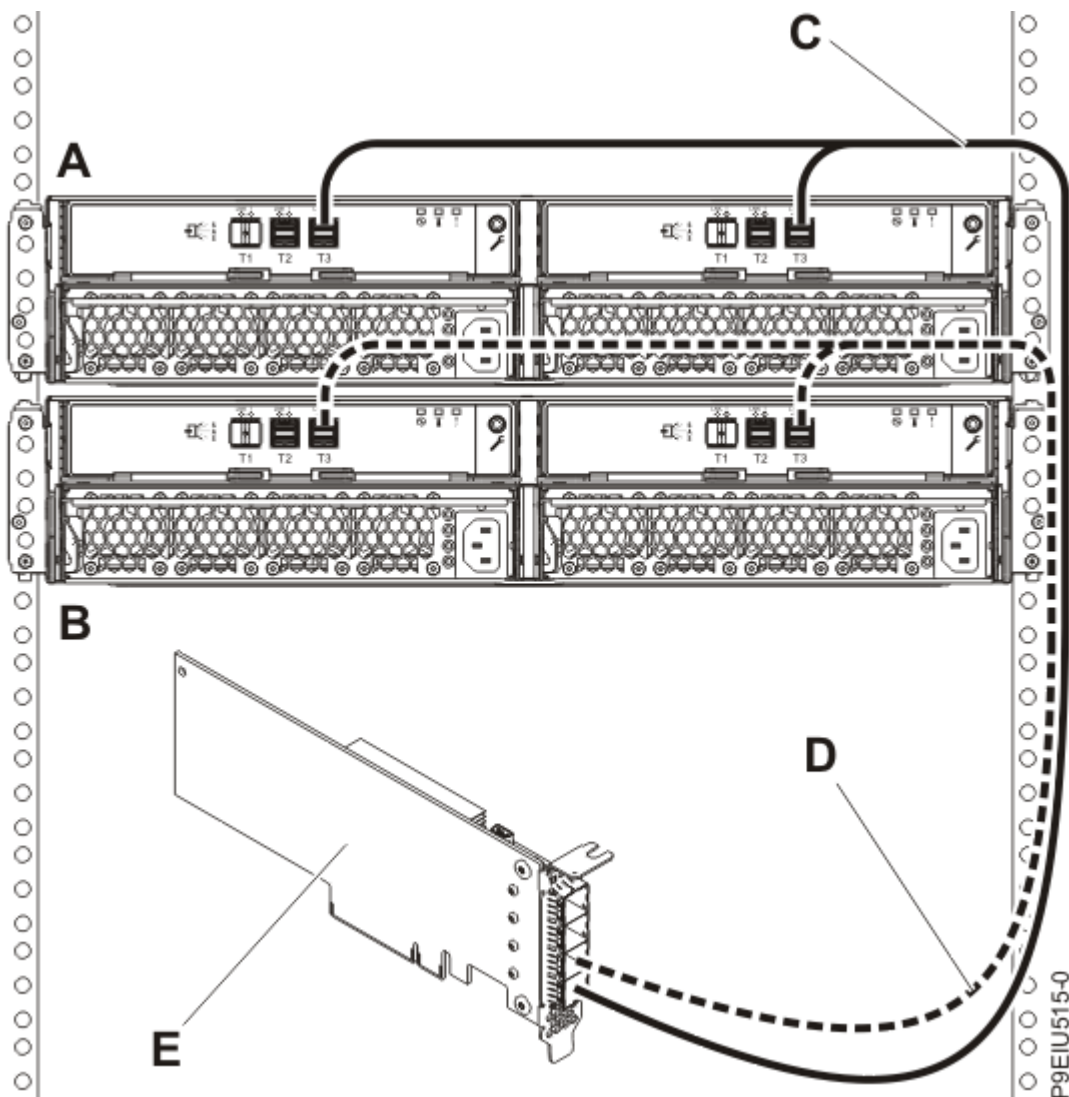

Figura 14. Conexão de modo 1 de dois gabinetes de armazenamento do ESLL ou do ESLS, usando cabos YO12, para um adaptador SAS FC EJ0J, FC EJ0K ou FC EJ0M único
14. Em seguida, conclua uma conexão de modo 1 de dois gabinetes (**A e B**), usando cabos YO12 (**C e D**), para um adaptador SAS FC EJOJ, FC EJOK ou FC EJO M único (**E**), conforme mostrado em Figura 14 na página 20 e, então, continue com o “Conectando cabos, cabos de energia e instalando tampas” na página 30.